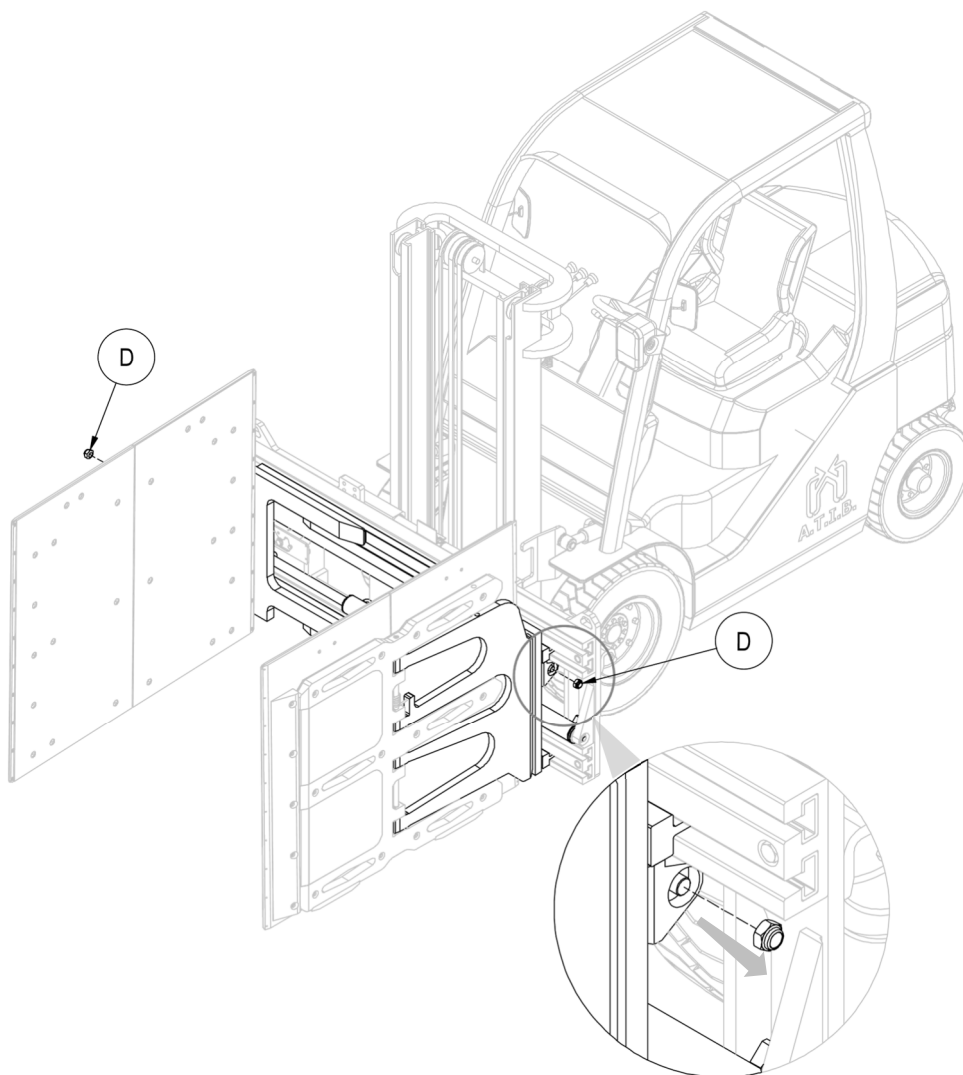

Figura 91
3. Extraer los datos D que unen los cilindros a las horquillas (ver *Figura 91*).